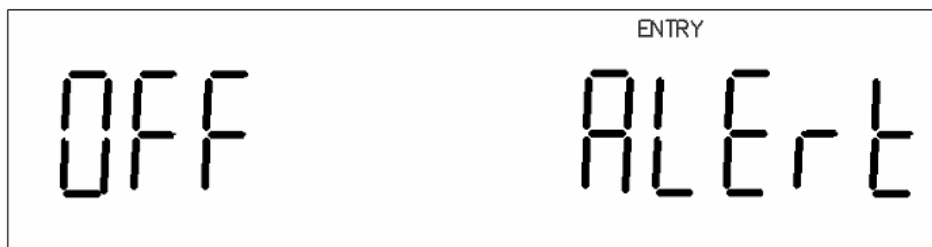

图 3-7 讯响状态设定
2. 按[讯响]键， 屏幕显示如图 3-7 所示， 当前状态“OFF”。